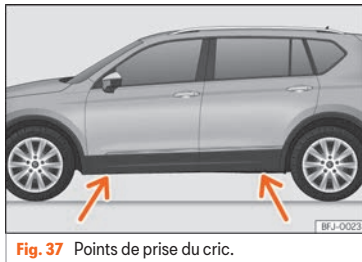

Fig. 37 Points de prise du cric.
- Recherchez sur le bas de caisse la marque du point d'appui du cric (zone renforcée) le plus proche de la roue à changer » fig. 37.